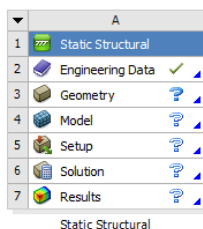

图 8-11 分析项目
2) 双击主界面 Toolbox 中的 “Analysis System” → “Static Structural” 选项, 即可在项目管理区创建分析项目 A, 如图 8-11 所示。